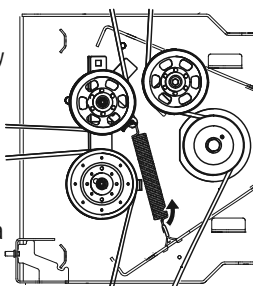

Figura 45
- b. Quite el resorte intermedio del enganche de resorte metálico del lado derecho del centro de la plataforma. Consulte la Figura 45.